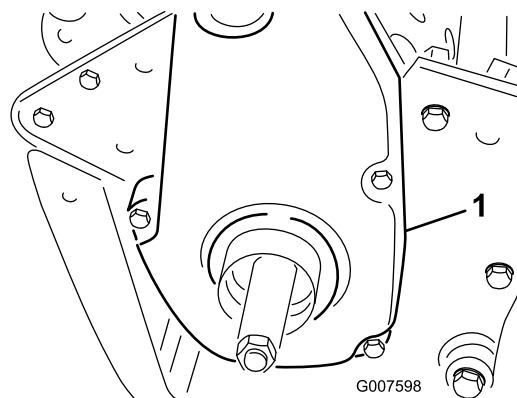

Figura 45
6. Retire a cobertura traseira da correia do lado direito da máquina (Figura 45).